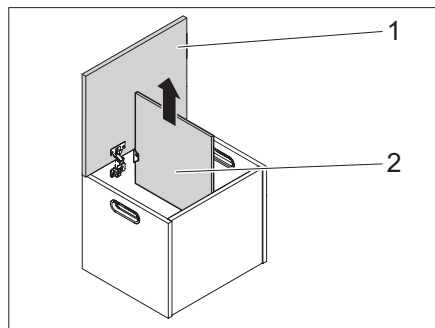

Fig. 47 Retirar la tapa
- Soltar las bisagras de la tapa (Fig. 47,1) y retirar la tapa hacia arriba.
- Retirar la pared divisoria (Fig. 47,2) de la caja de almacenamiento.